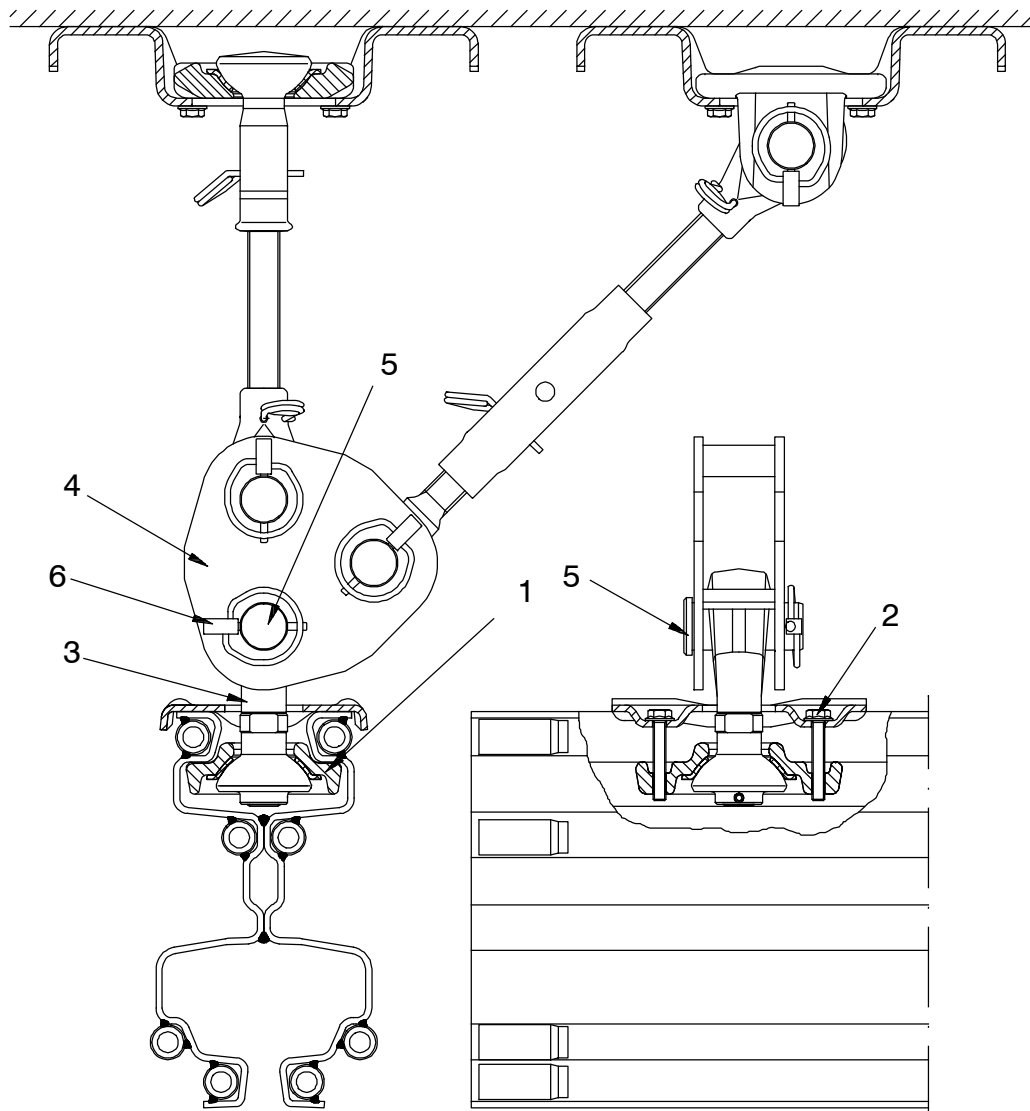

Bild 55
2.3.3.2 Aufhängungen mit versteifender Wirkung **Bild 55 / Bild 43 / Bild 44**